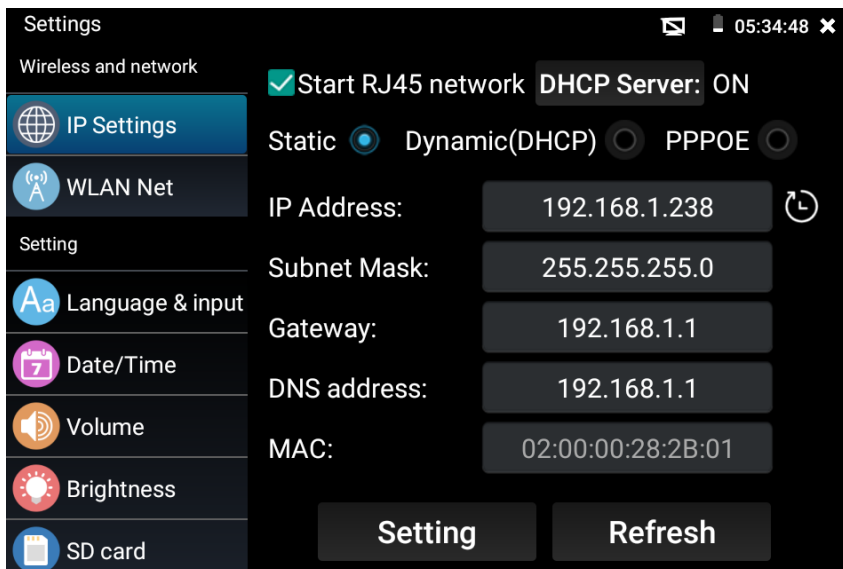

Рис. 13 Настройки подсети тестера
2. Второй способ предполагает изменение параметров подсети тестера вручную. Для этого необходимо знать точный IP-адрес видеокамеры. Обычно он расположен на наклейке самой видеокамеры или на коробке из-под нее. Зная IP адрес, можно изменить параметры подсети тестера в меню «My Apps» – «Settings» – «IP Settings» (рис. 13)